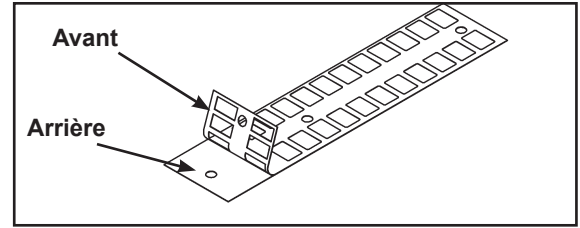

Figure 4
- A. Détachez lentement et avec précaution la pellicule arrière du décalque. **REMARQUE** : Lorsque vous enlevez la pellicule arrière, assurez-vous que les décalques demeurent fixés sur l'autocollant avant. Figure 4.